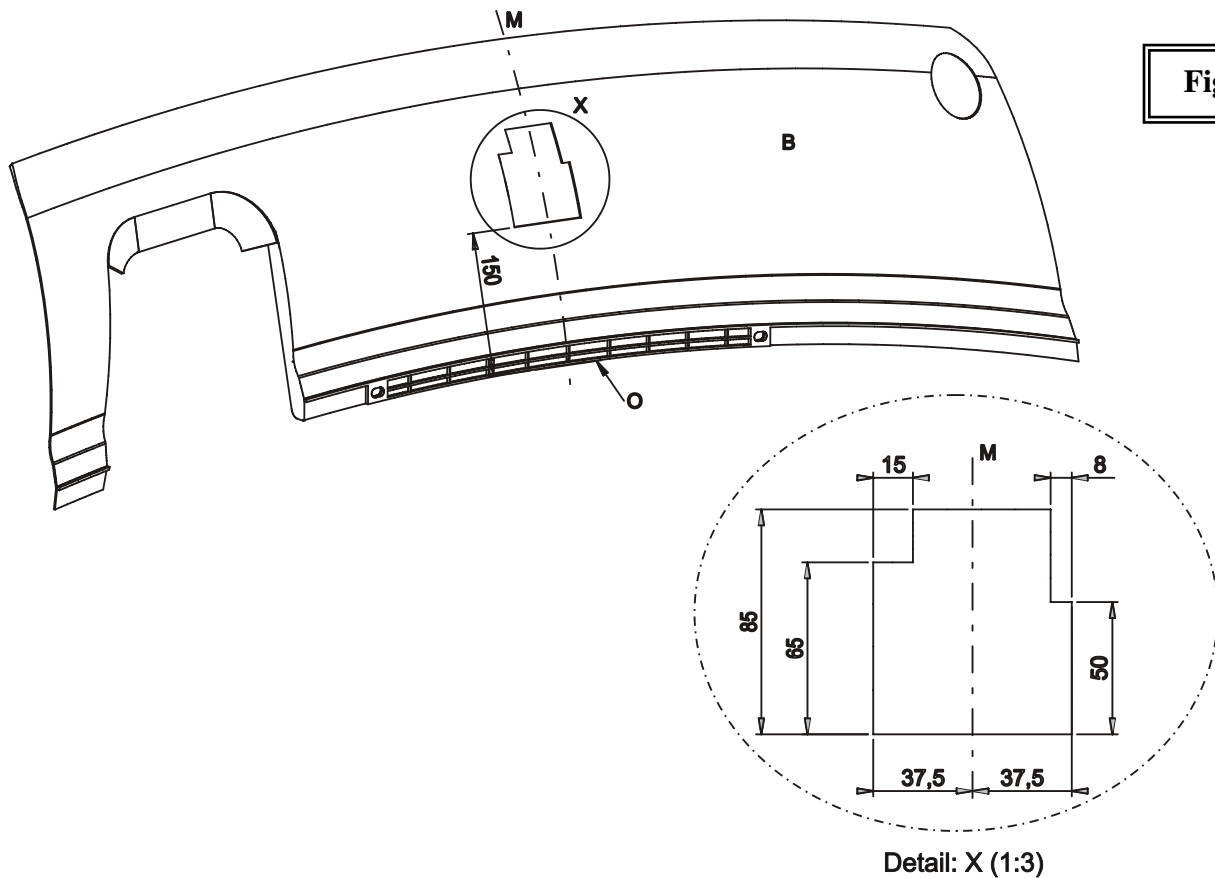

Fig. 1
- 2) Schuif de trekhaak met de draagarmen achteraan in de vrijgekomen chassisbalken. De punten (A) komen te passen met de voorziene boringen in de buitenzijde van de chassisbalken, indien deze afgedicht zijn met tape moet men deze verwijderen. Breng bouten en rondsels aan en zet deze degelijk vast (zie aanhaalmomenten ).
- 3) Maak in de onderzijde van de bumper een insnijding volgens bijgevoegde tekening (fig.1), plaats vervolgens de bumper terug op het voertuig.
- 2) Glissez l'attelage avec les bras porteur par les ouvertures libérées derrière le véhicule dans la poutre du châssis. Les points (A) s'adaptent aux trous déjà prévus dans le côté extérieur de la poutre du châssis, ces ouvertures sont couvertes avec du scotch qu'il faut supprimer. Insérez les boulons et les rondelles en (A) et bien fixer le tout (cfr. couples de serrage).
- 3) Faire une découpe au côté inférieur du pare-chocs selon dessin 1 (fig.1) et monter le pare-chocs sur le véhicule.
- 2) Shove the tow bar with the supporting arms through the liberated openings in the back of the vehicle in the chassis beams. Points (A) match the provided drillings in the outside of the chassis beam, these drillings are sealed with tape which has to be removed. Insert the bolts and washers by (A) and screw firmly on (see tension).
- 3) Make an incision in the underside of the bumper according to drawing 1 (fig.1) and assemble the bumper on the vehicle.
- 2) Die Anhängerkupplung mit Trägerarmen in die freigewordenen Öffnungen hinten am Fahrzeug in die Chassisbalken schieben. Die Punkte (A) stimmen mit den schon vorhandenen Bohrungen der Chassisbalkenaußenseite überein. Diese Bohrungen sind mit Klebestreifen abgedicht, welche entfernt werden müssen. Bolzen und Ritzel bei den Punkte (A) anbringen und entsprechend der Drehmomentenvorgabe festschrauben.
- 3) In der Unterseite der Stoßstange einen Einschnitt entsprechend der Zeichnung 1 (Fig. 1) machen und die Stoßstange wieder am Fahrzeug montieren.